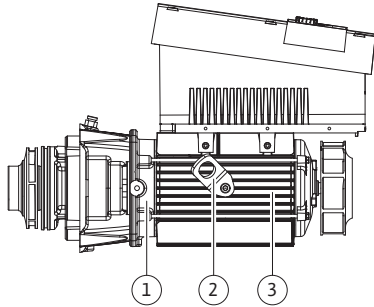

Fig. 13: Juego de introducción
Desde el punto de vista del montaje, el rodete (Fig. 6, pos. 6) y la linterna (Fig. 6, pos. 7) pertenecen al juego de introducción (Fig. 13).
Para hacerlo, se retiran las argollas de transporte (Fig. 13, pos. 2) de la brida del motor (Fig. 13, pos. 1), se colocan en la carcasa del motor y se vuelven a fijar con los mismos tornillos a dicha carcasa (Fig. 13, pos. 3).